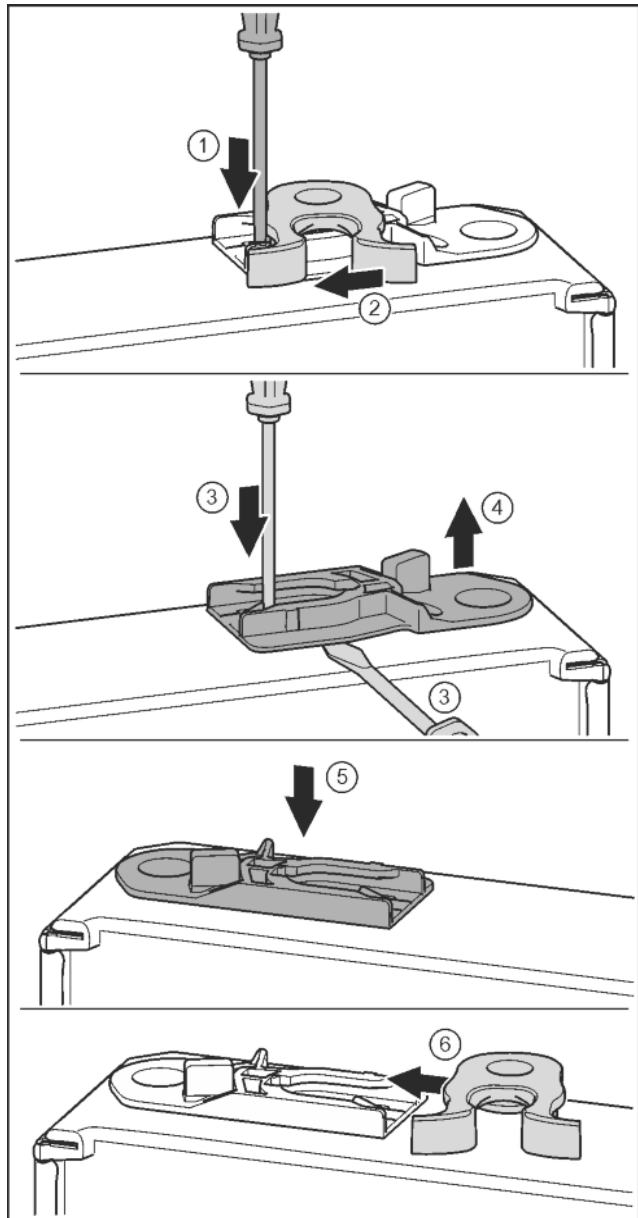

Fig. 20
- ▶ Lasche mit Schlitzschraubendreher nach unten drücken. Fig. 20 (1)
- ▶ Schließhaken aus Führung ziehen. Fig. 20 (2)
- ▶ Führungsbuchse herausziehen: Lasche mit Schlitzschraubendreher drücken und gleichzeitig mit Schlitzschraubendreher unter Führungsbuchse fahren. Fig. 20 (3, 4)
- ▶ Im Lieferumfang beiliegende Führungsbuchse auf anderer Gehäusesseite einschieben. Fig. 20 (5)
- ▶ Schließhaken in Führung schieben. Fig. 20 (6)